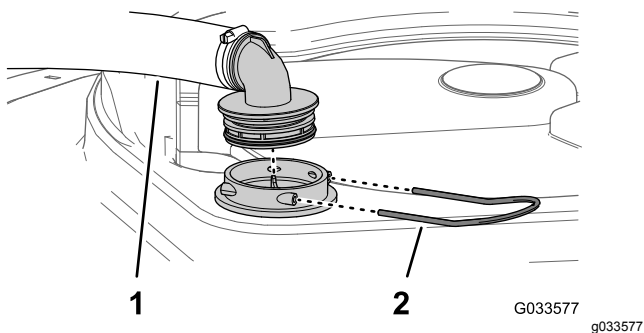

Рисунок 46
2. В верхней части бака опрыскивателя снимите держатель, который крепит шланговый штуцер, подсоединенный к большому шлангу, идущему от корпуса фильтра (Рисунок 46).
3. Отсоедините шланг и шланговый штуцер от корпуса фильтра (Рисунок 46).